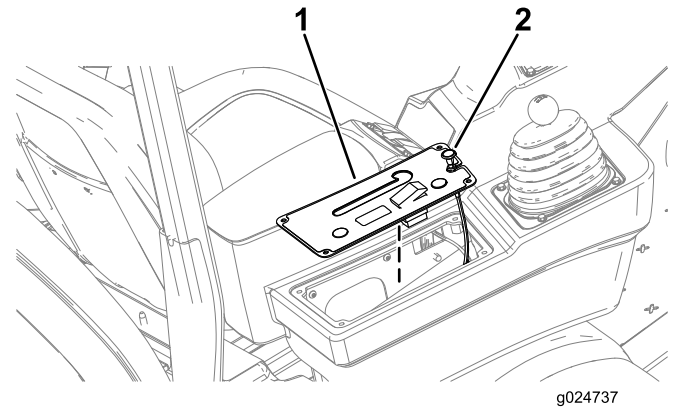

Figure 46
3. Soulevez le couvercle du panneau de commande et la commande de starter (Figure 46).